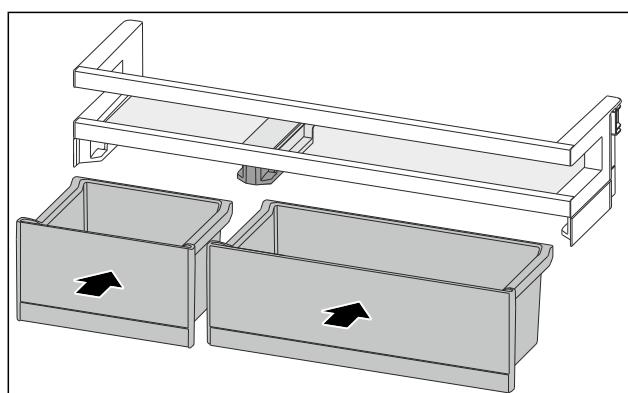

Fig. 95
- Vstavite bokse VarioBox v obrnjenem vrstnem redu. (glejte Fig. 95)